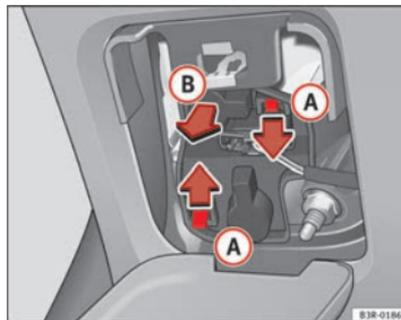

Fig. 216 Desmontar o porta-lâmpadas
- Faça pressão sobre as linguetas **A** ⇒ Fig. 216 no sentido das setas e extraia o porta-lâmpadas puxando no sentido indicado pela seta **B**.